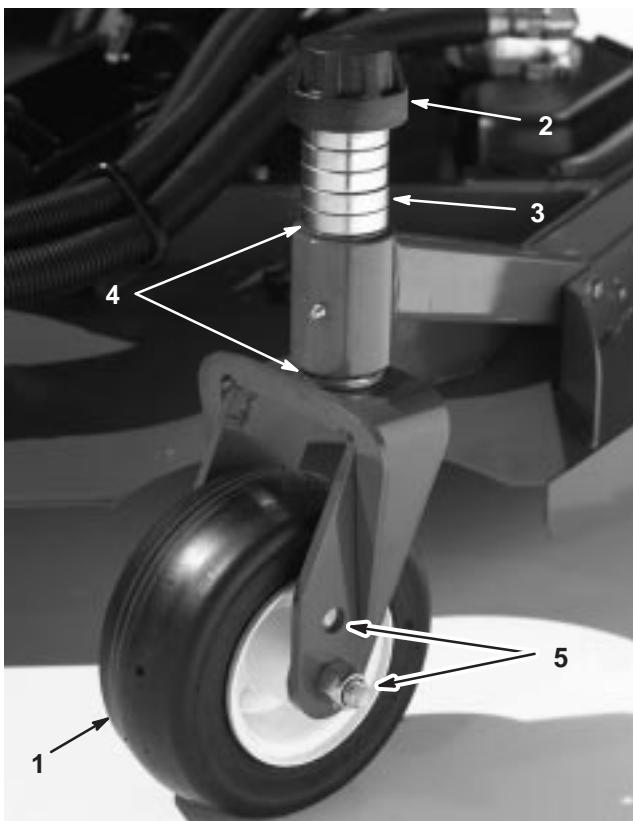
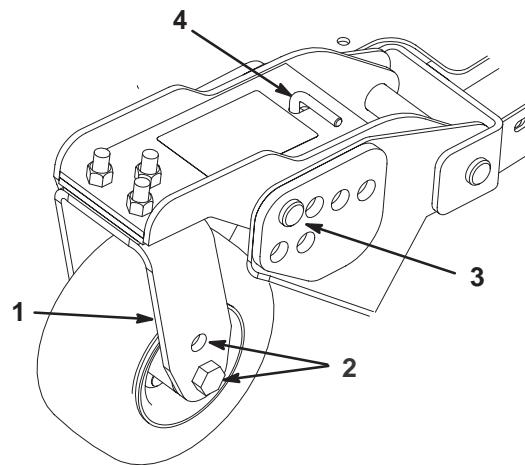
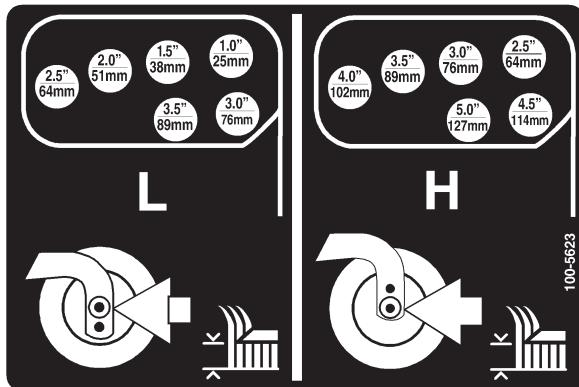

Bild 14
Bild 16
Bild 17
2. Stecken Sie die Laufradachsen in allen Gabeln in die gleichen Löcher (Bild 14 und Bild 16). Beachten Sie die nachstehende Tabelle, um die richtigen Löcher für die jeweilige Einstellung zu ermitteln.
1. Stecken Sie die Laufradachsen in allen Gabeln in die gleichen Löcher (Bild 14 und Bild 16). Siehe die nachstehende Tabelle, um das richtige Loch für die jeweilige Einstellung festzustellen.
2. Entfernen Sie die Spannkappe von der Spindelwelle (Bild 14) und schieben die Spindel aus dem Laufradarm. Ziehen Sie zwei Beilagscheiben (3 mm) so auf die Spindelwelle, wie sie ursprünglich montiert waren. Diese Beilagscheiben sind erforderlich, um alle Mähwerke über die Breite auf ein Niveau zu bringen. Ziehen Sie die erforderliche Anzahl von 13-mm-Distanzstücken (siehe die nachstehende Tabelle) auf die Spindelwelle, um die gewünschte Schnitthöhe herbeizuführen; ziehen Sie dann die Scheibe auf die Welle auf.
4. Entfernen Sie den Splint und den Lastösenbolzen von den Laufradgelenkarmen (Bild 16).
5. Drehen Sie die Spannstange, um den Gelenkarm anzuheben oder abzusenken, bis die Löcher mit den ausgewählten Schnitthöhenhalterungslöchern im Mähwerkrahmen flüchtig sind (Bild 16 und Bild 17).